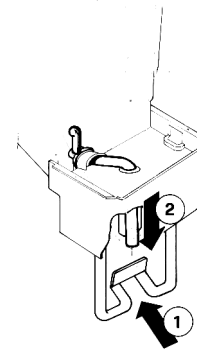

figura 16
- 4 - Empujar (1) la palanca mando grifo y tirar (2) la extremidad del tubo goma hacia abajo hasta ajustarlo completamente (ver figura 16).